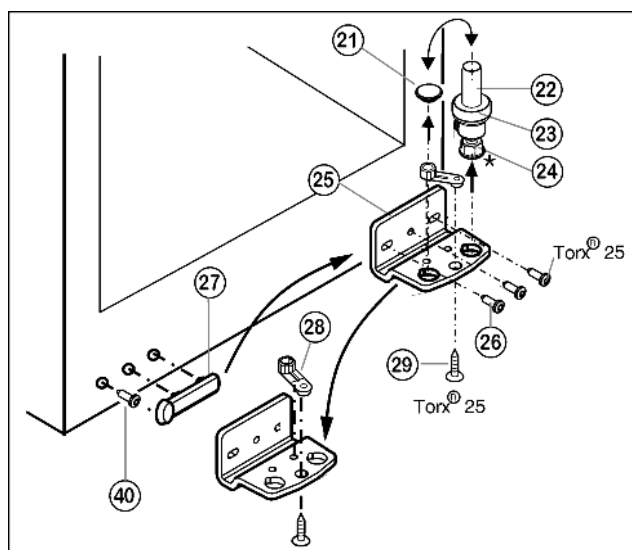

Fig. 5
- ▶ Извлеките опорный винт Fig. 5 (22) в комплекте с шайбой Fig. 5 (23) и регулируемой опорой\* Fig. 5 (24), вытягивая его вверх.
- ▶ Снимите пробку Fig. 5 (21).
- ▶ Открутите Fig. 5 (26) опорный кронштейн Fig. 5 (25).
- ▶ Открутите Fig. 5 (29) опорную деталь Fig. 5 (28) и, переставив в отверстие на противоположной стороне опорного кронштейна, снова прикрутите.
- ▶ Осторожно снимите и переставьте на противоположную сторону крышку со стороны ручки Fig. 5 (27) и винт ().
- ▶ Снова прикрутите опорный кронштейн Fig. 5 (25) на новой стороне шарнира (с моментом 4 Нм). При необходимости используйте аккумуляторный шуруповерт.
- ▶ Переставьте пробку Fig. 5 (21) в свободное отверстие.
- ▶ Вновь установите опорный винт Fig. 5 (22) в комплекте с шайбой и регулируемой опорой\*. При этом фиксатор должен быть направлен назад.
- ▶ Установите дверцу сверху на нижний опорный палец Fig. 5 (22).
- ▶ При необходимости выровняйте дверцы через два продольных паза в нижнем опорном кронштейне Fig. 5 (25) параллельно корпусу устройства. Для этого выкрутите средний винт.